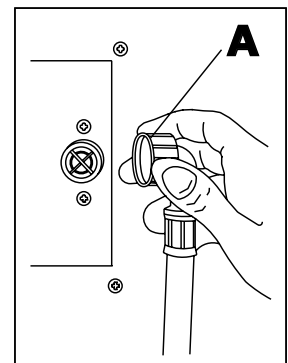

fig. 6
- Collegare al raccordo da G 3/4" del forno il tubo d'alimentazione dell'acqua avvitando il bocchettone (A - fig. 6). Interporre nel circuito un apposito filtro meccanico e un rubinetto di intercettazione.